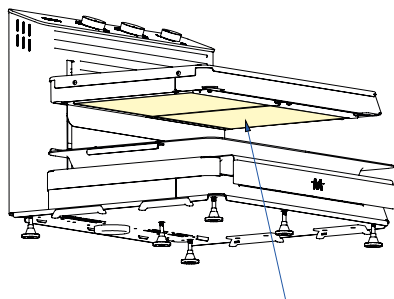

Figura 25
- I modelli MiiTi 06 sono dotati di 2 vetri di protezione del filamento (Figura 25).